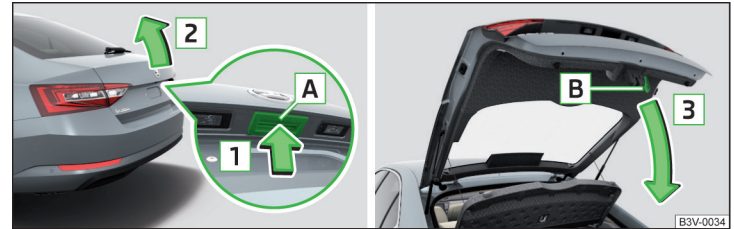

Abb. 44 Gepäckraumklappe öffnen/schließen
- Die Taste **A** in Pfeilrichtung **1** drücken » Abb. 44.